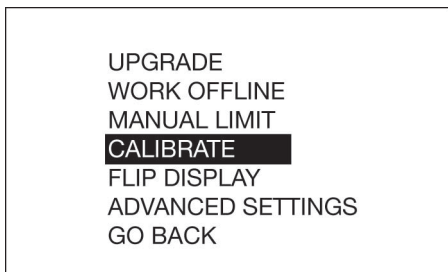

Fig. 17
4. Utiliser les flèches HAUT et BAS du pavé de navigation pour sélectionner ÉTALONNAGE (Fig. 17).